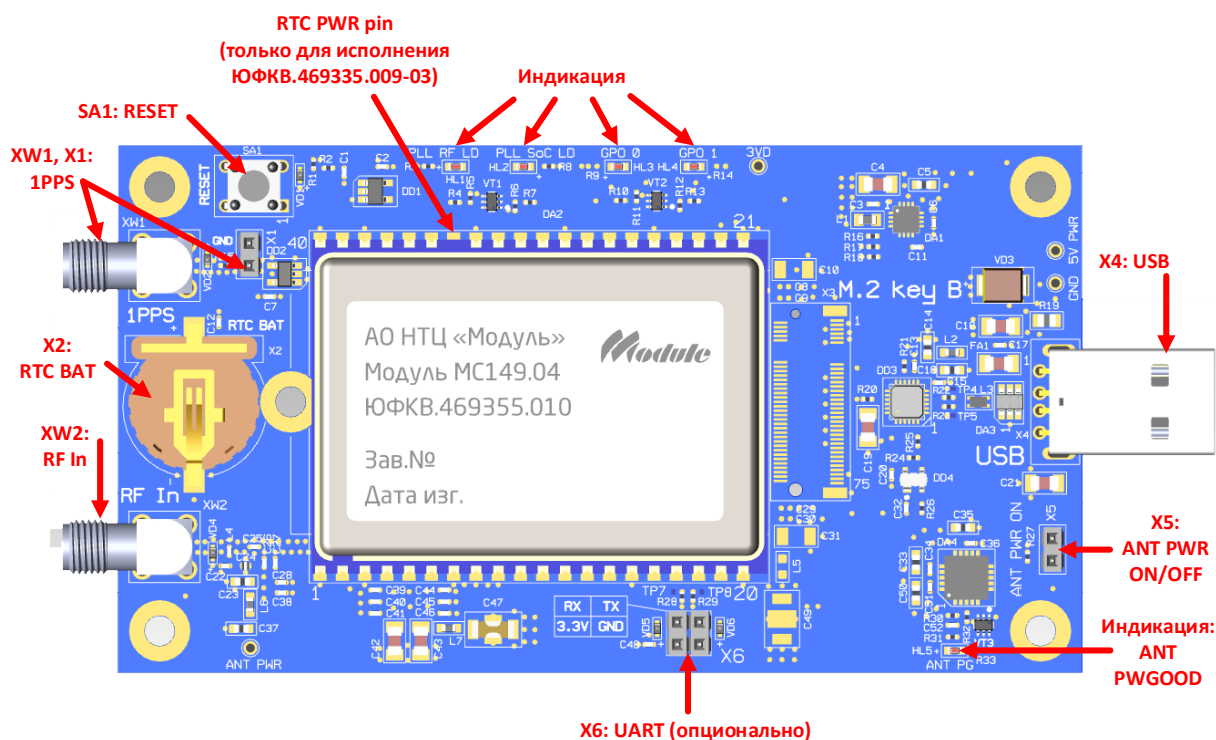

Рисунок 1.8 – Интерфейсы и органы управления NVMXEvKit в исполнениях
2.2.4 Для инъекции питания антенны в исполнениях ЮФКВ.469335.009(-01, -02, -03) NVMXEvKit следует замкнуть джампером из комплекта поставки контакты соединителя X5 «ANT PWR ON», показанного на рисунке Рисунок 1.8 настоящего РЭ.